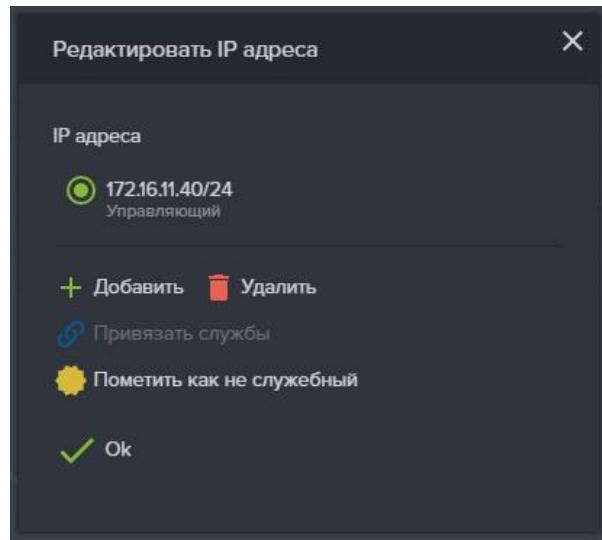

Рисунок 20 – Удаление IP-адреса
3. В открывшемся окне выберите из списка нужный адрес и нажмите кнопку «**Удалить**» (см. Рисунок 20).